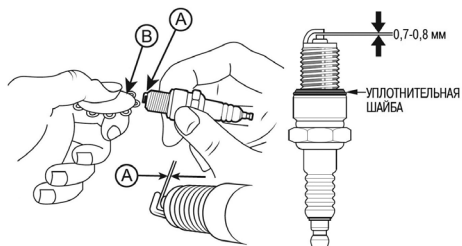

Рис. 31 Проверка межэлектродного зазора
4. Измерьте зазор А между электродами свечи зажигания специальным щупом В. Зазор должен быть 0,7-0,8 мм (Рис. 31). При увеличении, или уменьшении требуемого зазора, рекомендуется заменить свечу, так как регулировка зазора может привести к изменению качества искрообразования.